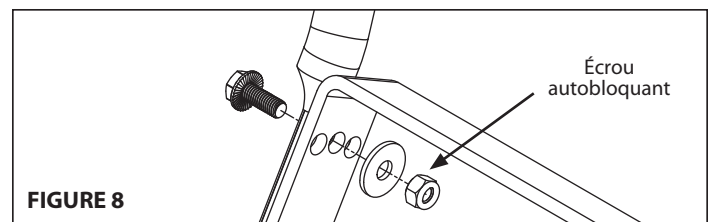

FIGURE 8
**REMARQUE :** L'insert en plastique des écrous autobloquants doit être du côté opposé à la tête de vis lors de l'assemblage. **VOIR FIGURE 8**